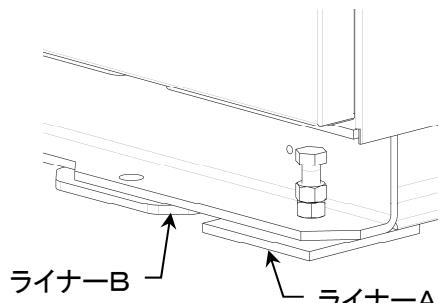

図4-3
- 1) 本機据付ベッドチャンネルに溶接された前後4箇所のボルト(M12)の下、及びアンカーフィット板4箇所の下に附属の鉄板製ライナーを敷き機械をその上に据付けます。(図4-3)